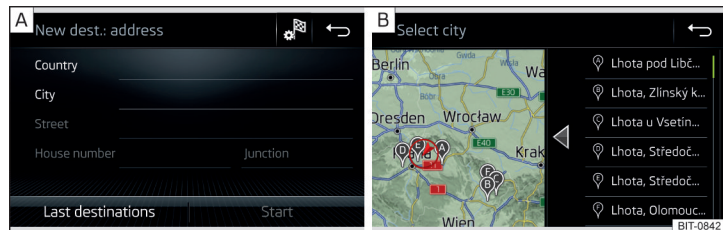

Fig. 223 Introducerea destinației prin intermediul adresei: Meniul principal/lista localităților căutate
- ▶ Introduceți adresa de destinație și apoi confirmați » fig. 223 - **[A]**.
În funcție de numărul de locații căutate, se poate afișa automat o hartă cu o listă a locațiilor căutate » fig. 223 - **[B]**.